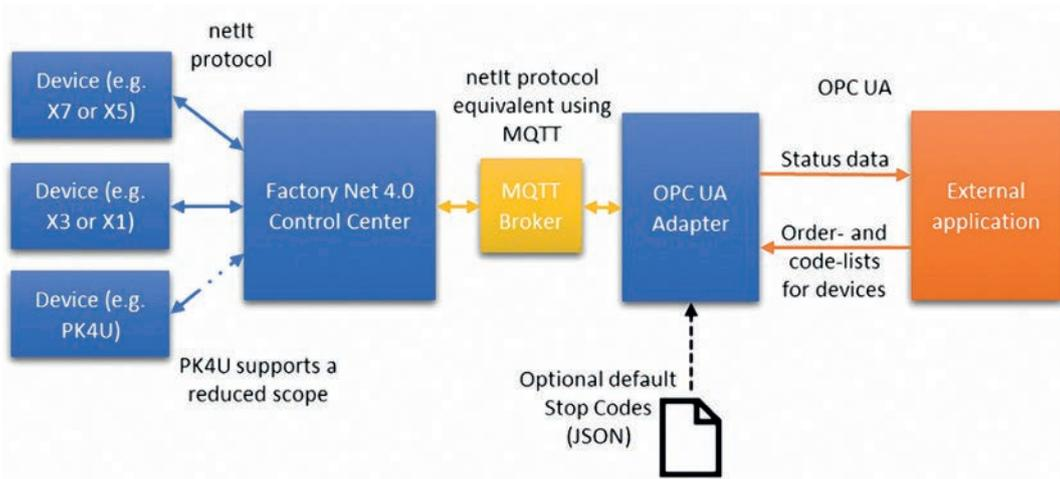
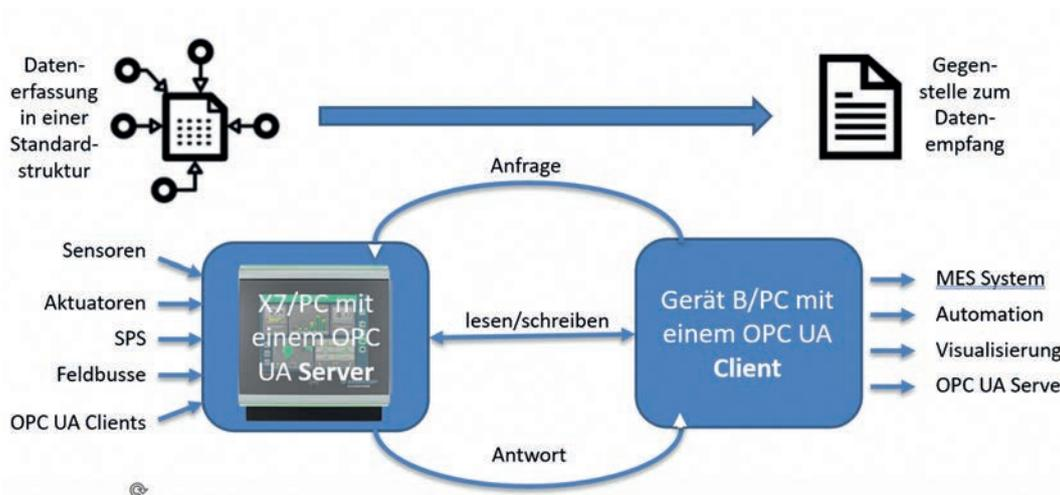

Bild 3: Struktur der allgemeinen OPC-UA-Lösung
Bild 4: Beispiel für Brankamp X7 OPC-UA-Anbindungsvarianten
Brankamp- oder Marposs-Software, hauptsächlich Datenerfassungs- oder ERP-Systeme). Daher ist eine modifizierte Version des Control Centers (CC) in der Rolle eines „man in the middle“ (Software zwischen X-Geräten und externer Anwendung) bereits im Einsatz. Die CC-Software wurde um eine MQTT-Schnittstelle und einen OPC-UA-Adapter ergänzt, um die Geräte über diese Schnittstelle mit verschiedenen Anwendungen zu verbinden (Bild 3). Das CC muss auf einem Server (Windows 8,1, 64 Bit Version oder höher) laufen. Es [sorgt für die Kommunikation zwischen allen angeschlossenen X-Überwachungsgeräten und stellt einen einzigen Verbindungspunkt zu allen vernetzten Geräten dar. Auftragsdaten können direkt in den Überwachungsgeräten verwaltet werden, wenn die externe Anwendung die notwendigen Daten und Funktionen in der OPC-UA-Schnittstelle bereitstellt. Individuelle Stoppgründe für die Eingabe direkt an den Überwachungsgeräten können auch durch OPC-UA oder externe Dateien bereitgestellt werden (Bild 4).